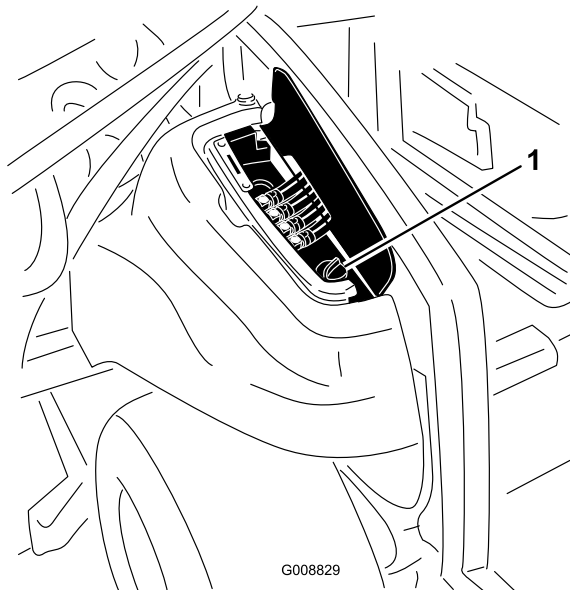

Bild 87
2. Heben Sie rechts an der Maschine die Abdeckung an, um den Hydraulikbehälterdeckel frei zu legen (Bild 87).
3. Reinigen Sie den Bereich um den Einfüllstutzen und den Deckel des Hydraulikölbehälters (Bild 87). Drehen Sie den Deckel vom Einfüllstutzen ab.